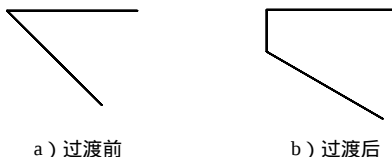

图 6-20 倒角过渡
(3) 倒角过渡 用于在给定的两直线之间进行过渡，过渡后在两直线之间有一条给定角度和长度的直线，如图6-20所示。